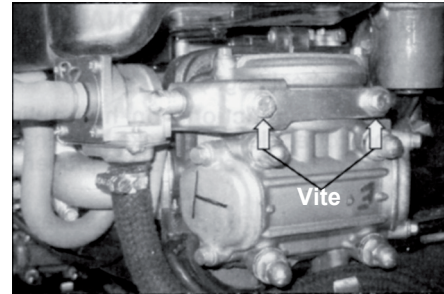

Fig. 49
- (A) Rimuovere le viti esagonali (Fig. 49) di supporto dell'impianto aria secondario.
- (B) Scollegare il tubo di collegamento al filtro aria (X), il manicotto di ingresso (Y) rimuovendo le fascette elastiche.
- (C) Scollegare il tubo di collegamento (Z) con la marmitta rimuovendo le fascette di serraggio.
- (D) Per la pulizia, soffiare aria attraverso i condotti X, Y e Z.
- (E) Controllare eventuali perdite dai tubi e sostituirli se necessario.